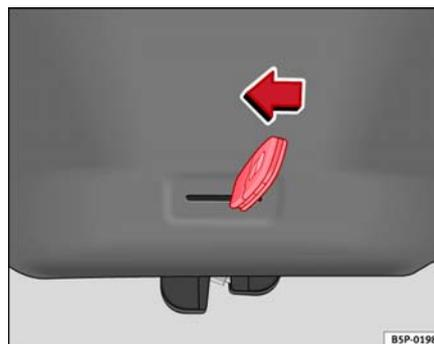

Fig. 70 Portón trasero: apertura de emergencia
- Introduzca el espadín de la llave en la ranura y desbloquee el sistema de cierre, dirigiendo la llave de derecha a izquierda, tal como indica la flecha ⇒ fig. 70. ■